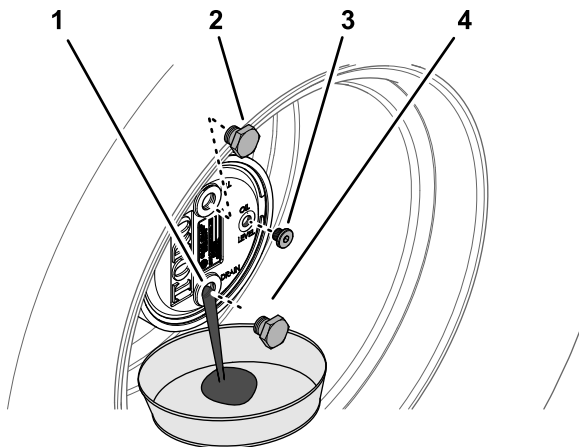

Bild 65
2. Entfernen Sie die Füllschraube, die auf 12 Uhr steht, und die Prüfschraube, die auf 3 Uhr steht (Bild 65).
3. Stellen Sie eine Auffangwanne unter die Nabe des Planetengetriebes, entfernen Sie die Ablassschraube, die auf 6 Uhr steht, und lassen das Öl vollständig ablaufen (Bild 65).